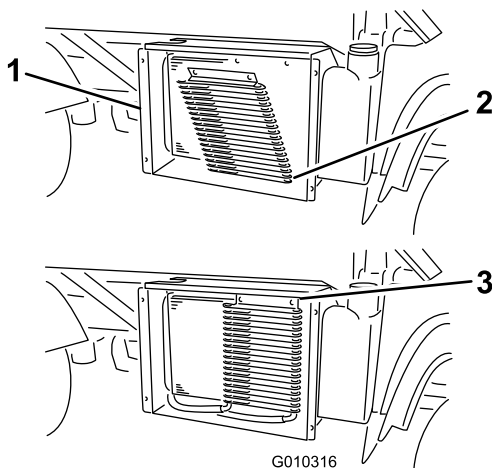

Figura 58
3. Caso esteja equipado, rode as patilhas e incline o refrigerador de óleo afastando-o do radiador (Figura 58).